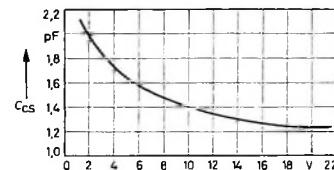
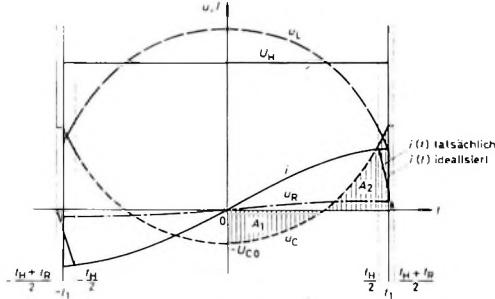

Bild 8. Abhängigkeit der Kollektor-Schirm-Kapazität C_{CS} von der angelegten Sperrspannung U_{CS}
Bild 5. Spannungen und Strom im Ablenksystemkreis
Alle diese Typen haben die interne Abschirmung nach Bild 5; sie können also in Emitter- oder Basischaltung betrieben werden. Vom Kollektor führen zwei parallel geschaltete Dioden zum Anschluß S , deren Kapazität spannungsabhängig ist (Bild 8). Dies kann bei genügend großen Kapazitäten im Kollektorschwingkreis unberücksichtigt bleiben. Man kann diese Eigenschaft aber auch ausnutzen, zum Beispiel in UKW-Oszillatoren, bei denen die Abschirmdiode als Nachstimmelemente eingesetzt werden können. Hierzu ist der
Der prinzipielle Verlauf dieser Spannungen ist im Bild 5 dargestellt. Um später mit einer geschlossenen Funktion rechnen zu können, wird der Gültigkeitsbereich der approximierten $i(t)$ -Funktion bis zu den Zeitpunkten $\pm t_1$ erweitert
Wie Bild 5 zeigt, erhält man den Mittelwert U_H der Hinlaufspannung am Ablenksystemkreis als Summe der Spannungen an L und C_1 zum Zeitpunkt $t = 0$. Für Gl. (3) bedeutet das
t_1 wird so gewählt, daß bei den aufeinanderfolgenden Integrationen der $i(t)$ - und der $(u_C + U_{C_0})$ -Funktion nur ein vernachlässigbar kleiner Fehler auftritt (im Bild 5 ist der tatsächliche Verlauf von $i(t)$ dem zur Berechnung von U_{C_0} angenommenen gegenübergestellt). Dies ist für